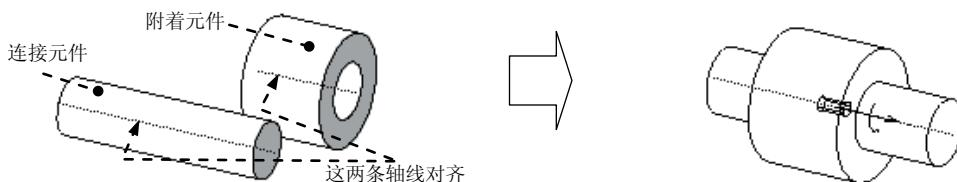

图 12.2.3 圆柱 (Cylinder) 接头
圆柱接头与销钉接头有些相似，如图 12.2.3 所示，圆柱接头的连接元件既可以绕轴线相对于附着元件转动，也可以沿轴线平移。
① 在操控板的约束集列表中选择 圆柱 选项，此时系统显示“装配”操控板。
② 单击操控板中的 放置 按钮。
③ 为“轴对齐”约束选取参照。分别选取图 12.2.3 中的两条轴线。